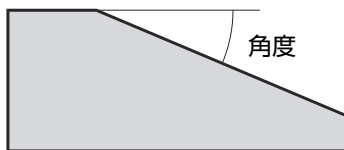

図 4-6 ウェッジ角度
- a) **ウェッジ角度**を選択してから、ウェッジの角度を入力します（115 ページの図 4-6 参照）。